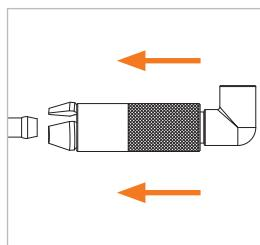

Abbildung 1
- ▶ Schieben Sie den Adapter an der Schiebehülse (Pos. 1) nach vorne auf den Prüfling auf (*Abbildung 1*). Der Adapter muss mit einem deutlichen hörbaren Klick einrasten. Der Sprengring muss sichtbar sein (*Abbildung 2*) und die Außenkanten des Spannzangengaußendurchmessers dürfen nicht mehr sichtbar sein (*Abbildung 3* und *Abbildung 4*).